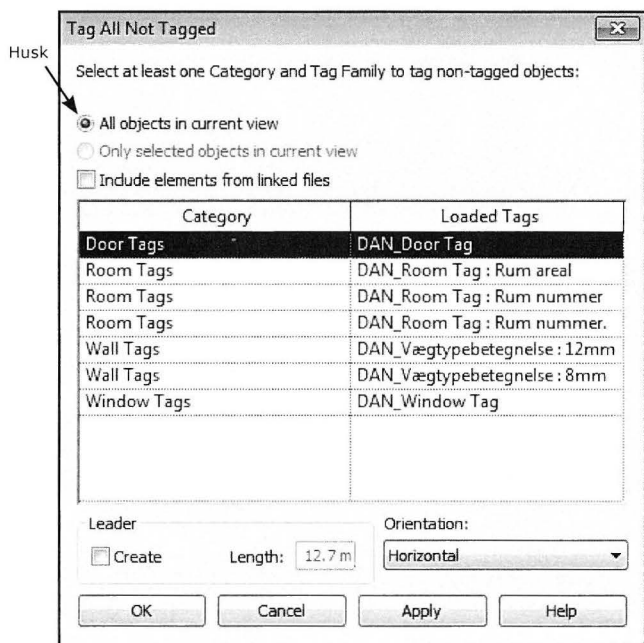

Fig. 08.36. Vælg hvilke objekter / emner der skal *Tags* på.
- Vælg herefter de katagoerier der ønskes fx. Døre og vinduer (Fig. 08.36).